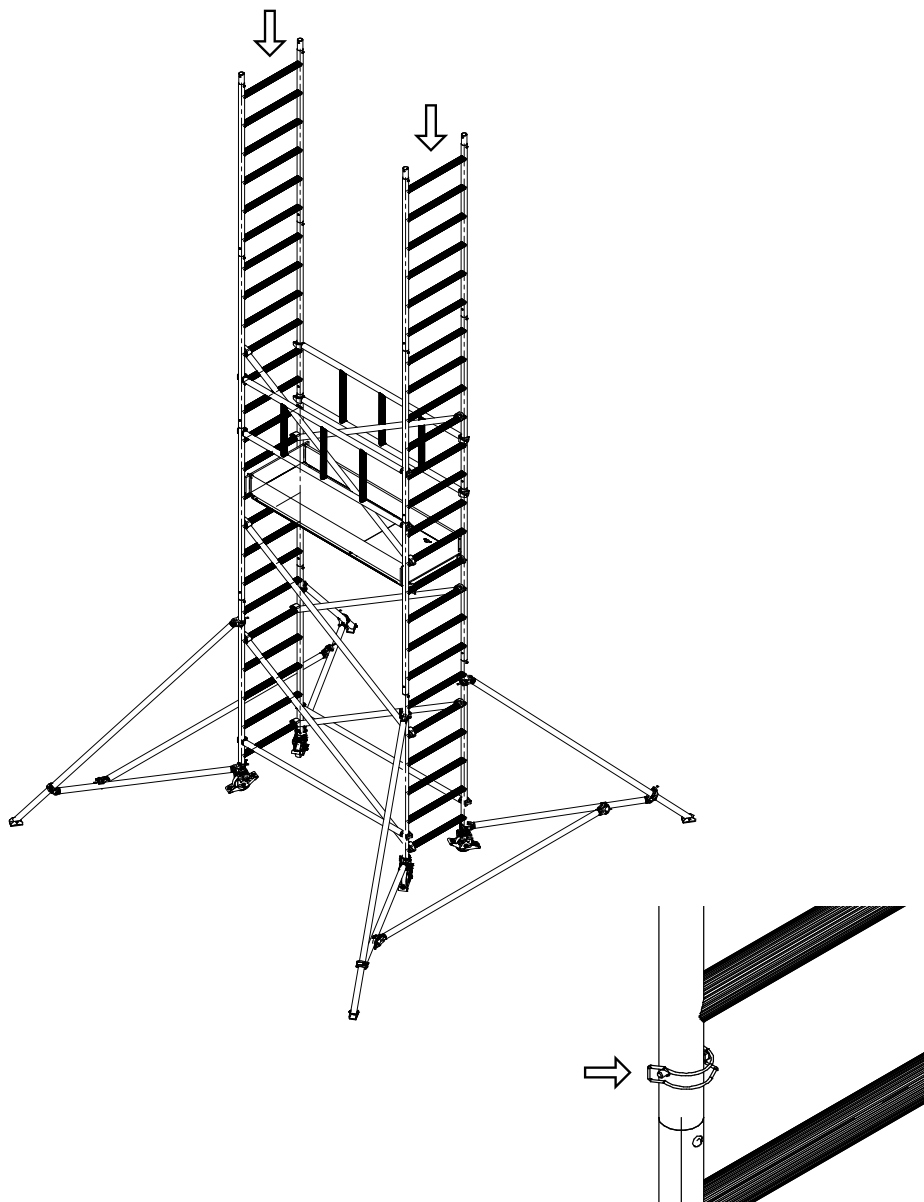

Rys. 64 Montaż krawężników poprzecznych
13. Następnie zestaw krawężników (Rys. 64 i Rys. 65). Należy montaż rozpocząć od krawężników poprzecznych a następnie zamontować krawężniki wzdłużne.